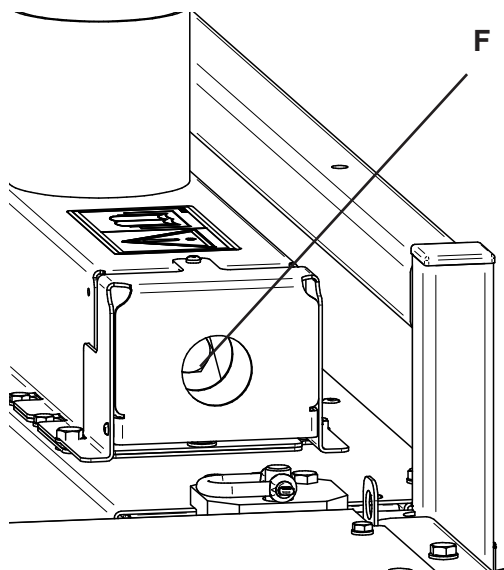

Fig. 10
- Fjern rester av fôr og gjødsel som samles opp i de nedre U-profilene (**B**). **Se Fig. 10**